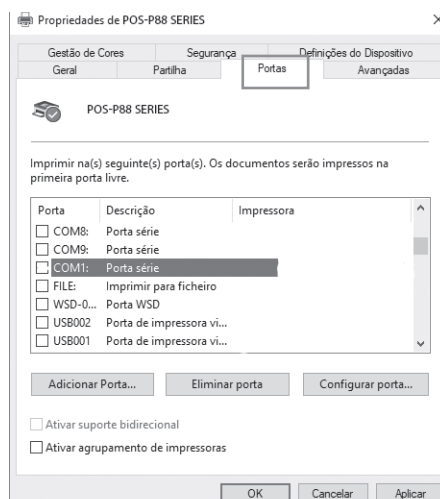

Figura 11
**3.2.1.** Certifique-se que a porta “COM1” não está selecionada. Se a porta “COM1” estiver ocupada, altere para outra porta “COM”. (Ver Figura 11).